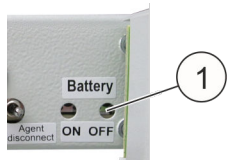

Abb. 4: Akku-Taster
- Vor dem Transport des kompletten Systems die Akkus abschalten: Akku-Taster "Battery OFF" (Abb. 4/1) betätigen.